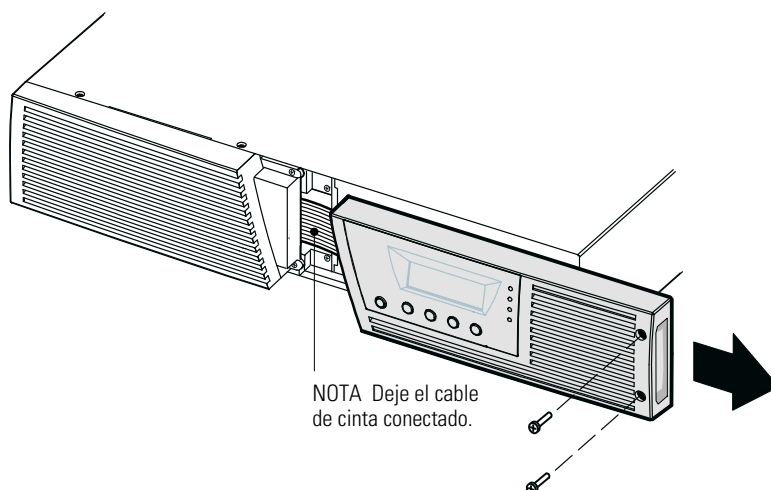

Figura 9. Extracción de la cubierta derecha frontal del SAI
1. Retire la cubierta frontal derecha del SAI (detrás del panel de control del LCD). Consulte la Figura 9.